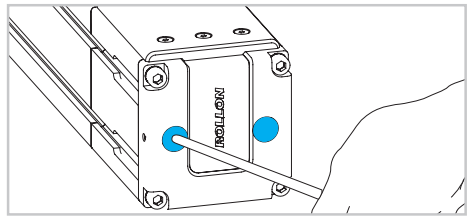

Abb. 9
- 9) Entfernen Sie die Schrauben der Umlenkriemenscheibe (Abb. 9).